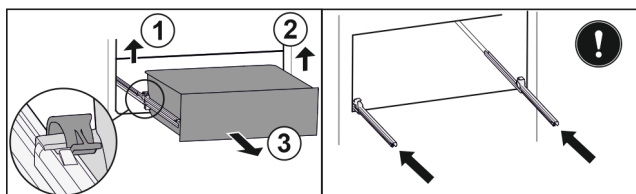

Fig. 54
- ▶ Zvedněte levou svorku a současně vytáhněte zásuvku vlevo dopředu. Fig. 54 (1)
- ▶ Zvedněte pravou svorku a současně vytáhněte zásuvku vpravo dopředu. Fig. 54 (2)
- ▶ Vyjměte zásuvku dopředu. Fig. 54 (3)